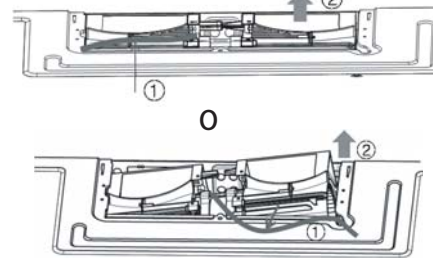

Ilustración 14
2. Levantar con cuidado la unidad del ventilador del horno microondas. Consultar Ilustración 14.